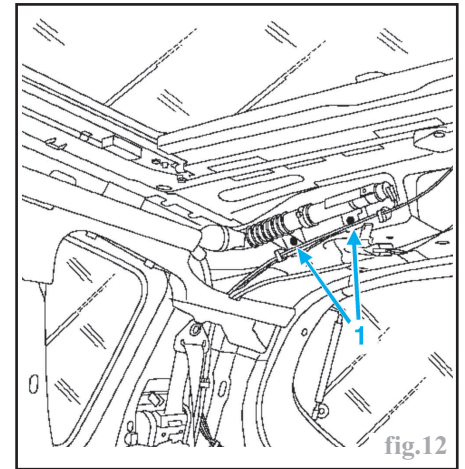

fig.12
- Déposer les vis de fixation (1) (fig.12).